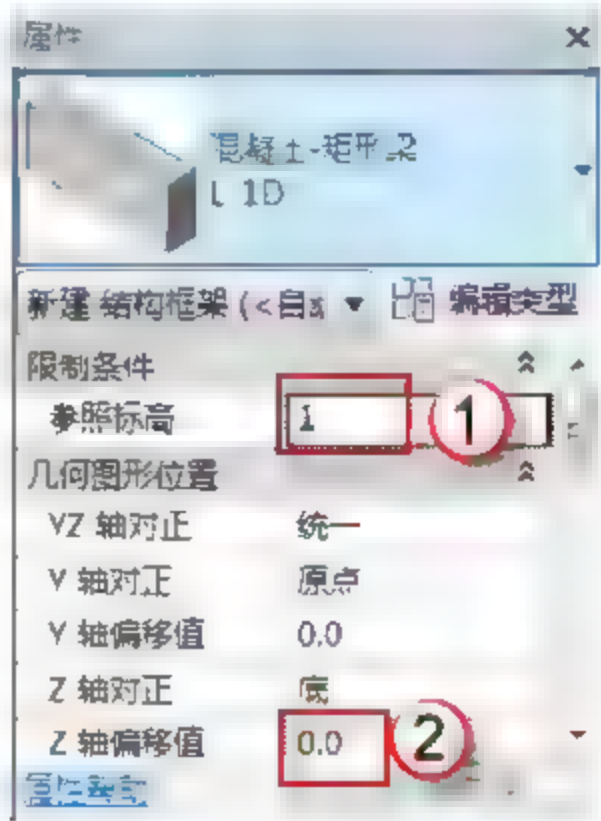
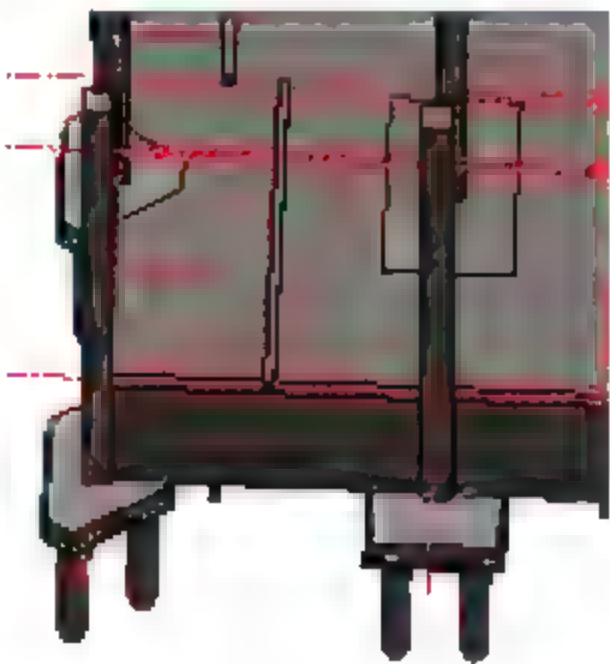

图 3.2.49 设置 Z 轴偏移值
图 3.2.50 绘制 L-1D
(25)绘制 L-1D。选择“结构”→“梁”命令，在“属性”面板中调整参数标高 1，Z 轴偏移值为 0，如图 3.2.49 所示。找到 L-1D 的位置从一侧向另一侧绘制，如图 3.2.50 所示。